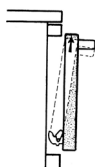

Bild 32
- und in dieser Stellung leicht anheben (Bild 32).